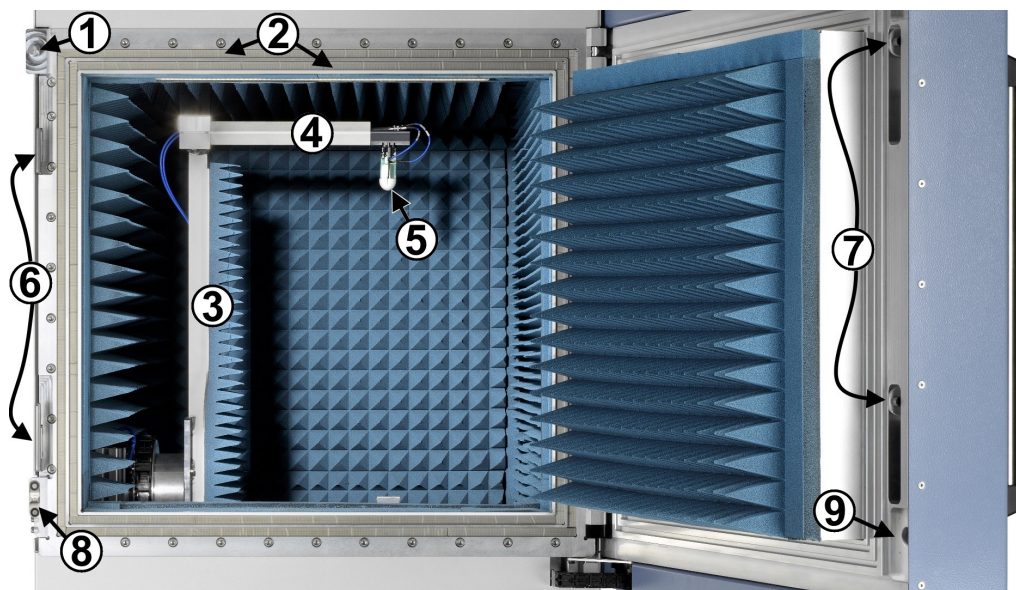

Bild 4-2: Frontansicht der R&S ATS1000
Beim Öffnen der Tür wird die Deckenbeleuchtung der Schirmkammer eingeschaltet und die Verriegelungen werden gelöst, siehe Bild 4-2.
Wenn die Tür (1), wie in Bild 4-2 dargestellt, geöffnet ist, haben Sie Zugang zum Inneren der Schirmkammer und können ein Messobjekt einsetzen und anschließen. Im Inneren der Schirmkammer kann ein Erfahrener Benutzer die Messobjekthalterung einstellen, den Positionierer ausrichten und die Messantenne austauschen. Das Innere der Schirmkammer weist die folgenden Merkmale auf: